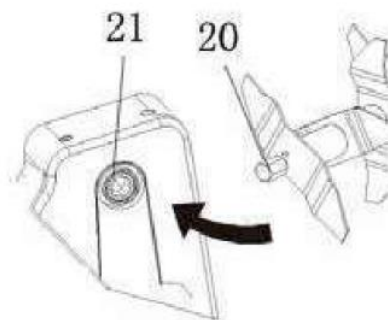

Рис. 11
5. Установите цилиндр (18) на ведущий вал таким образом, чтобы штифт (20) вошел в зазор в ведущего вала (21). (см. Рис. 11)